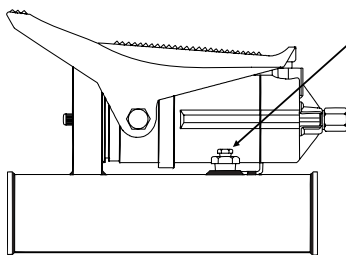
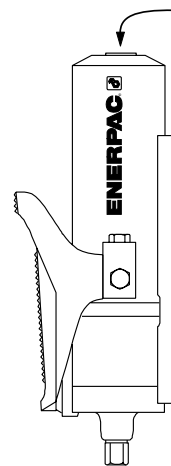

Figura 2
Figura 1
1. Tenere la pompa verticalmente, come illustrato in Figura 1, e rimuovere il tappo del serbatoio. Nei modelli PA-1150, il tappo si trova nella parte laterale della pompa, come illustrato in Figura 2.